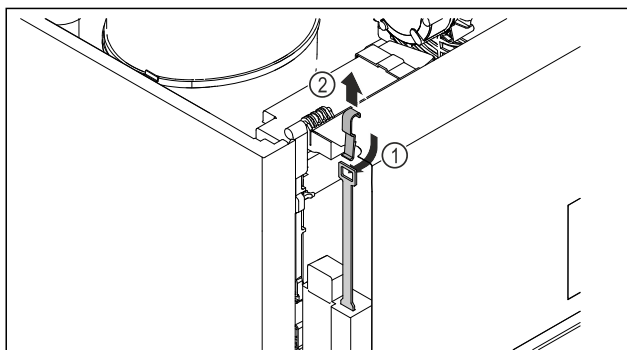

Fig. 244
- Vložte klíč pro nouzové odblokování shora Fig. 244 (1), zahákněte jej za zámek a vytáhněte nahoru Fig. 244 (2).